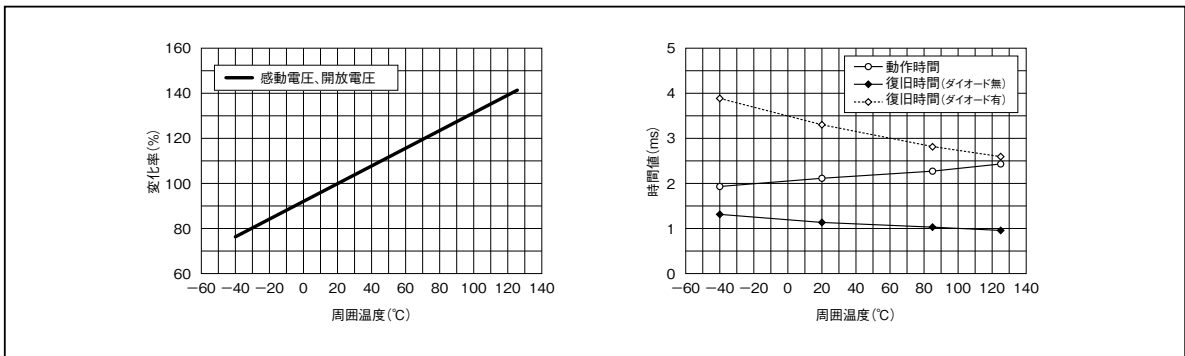

図4 リレーの温度特性例
- ① 使用温度範囲内では、コイル定格電圧での使用が可能です。しかし、コイル許容電圧は使用温度の上限域で制限される場合がありますので、使用前にご確認ください。
- ② 感動電圧、開放電圧、動作時間、復旧時間は周囲温度により変化します。使用される温度で正常に動作することを技術資料で事前にご確認ください。図4にリレー動作特性の温度特性例を示します。